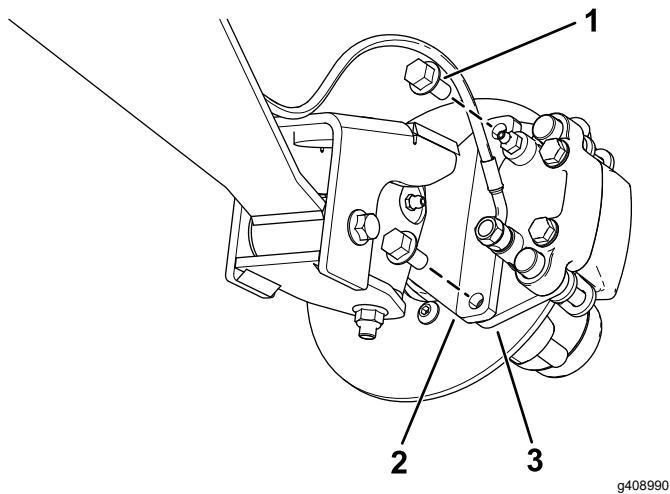
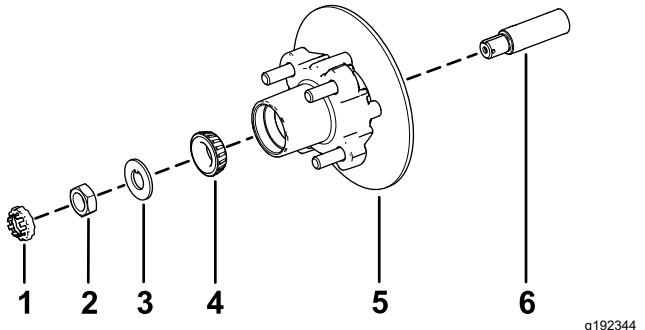

Figure 21
Figure 25
3. Retirez les boulons à embase ($\frac{3}{8}$ " x $\frac{3}{4}$ ") qui fixent le support du frein à la fusée et séparez le frein de la fusée (Figure 21).
- Appliquez une fine couche de la graisse spécifiée sur la fusée (Figure 25).
- Montez le moyeu et le rotor sur la fusée en plaçant le rotor à l'intérieur (Figure 25).
- Montez le roulement extérieur sur la fusée et poussez le roulement contre la bague (Figure 25).
- Montez la rondelle-frein à languette sur la fusée (Figure 25).
- Vissez l'écrou de fusée sur la fusée et serrez l'écrou à 15 N·m tout en tournant le moyeu pour bien asseoir le roulement (Figure 25).
2. Alignez les plaquettes de frein de chaque côté du rotor (Figure 21) et alignez également les trous dans le support d'étrier et ceux de la fixation du frein sur le porte-fusée (Figure 25).
3. Fixez le support d'étrier au porte-fusée (Figure 21) à l'aide de 2 boulons à embase ($\frac{3}{8}$ " x $\frac{3}{4}$ ").